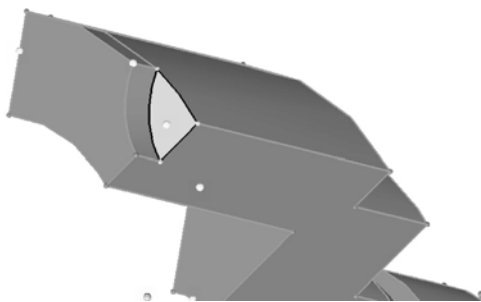
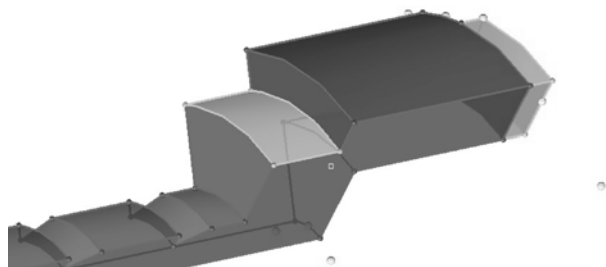

图 5-80 选择曲面 1
图 5-81 选择曲面 2
- (1) 进入 geom>solid edit 面板。
- (2) 选择 trim with plane>surf 子面板，接着选择 with surfs: 方式。
- (3) 选择 extend trimmer 选项。
- (4) 激活 solids 选择器，选择当前几何体。
- (5) 激活 surfs 选择器，选择如图 5-80 所示的曲面。
- (6) 单击 trim 按钮。
- (7) 再次激活 solids 选择器，选择 STEP 4 切分下的较大的几何体。
- (8) 激活 surfs 选择器，选择如图 5-81 所示的曲面。
- (9) 单击 trim 按钮。
- (10) 单击 return 按钮。